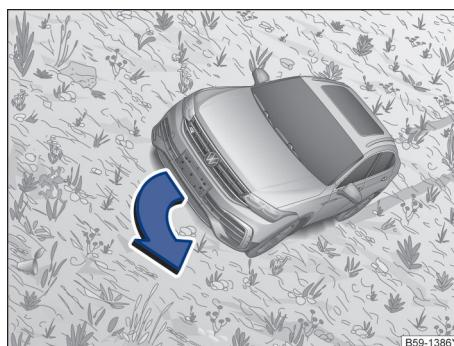

图 131 朝倾斜线转向
如果汽车有翻倒趋势，应立即向“倾斜方向”转向并略微踩下油门踏板→图 131。如果无法向倾斜线方向转向，则转向上坡方向并略微踩下油门踏板。
- 在斜坡上倾斜行驶之前，确保能够向倾斜线方向转向。如果无法做到，则选择另一条路线。如果汽车有翻倒趋势，应立即向倾斜线方向转向并略微踩下油门踏板→图 131。